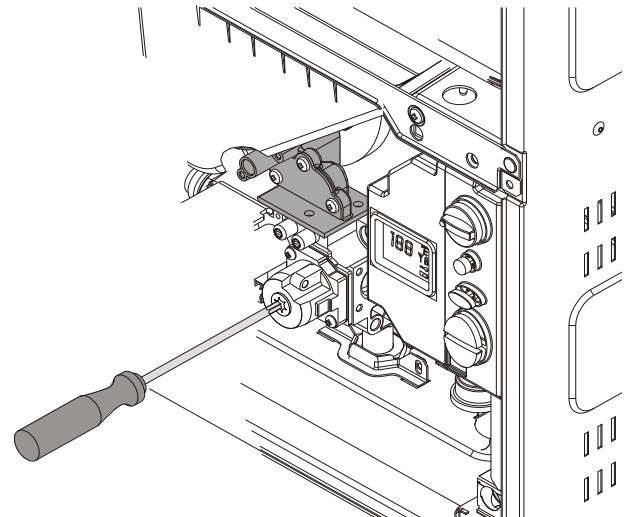

Fig. 38
- ▶ Retire la cubierta de Torx #40 pintada de amarillo de la parte delantera de la válvula de gas. (Fig. 38) Aparecerá un tornillo de plástico #40 Torx.